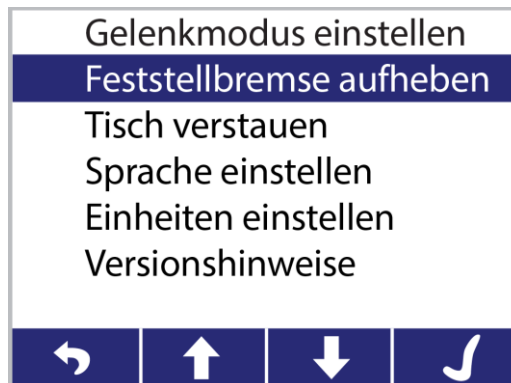

Abbildung 35: Auswählen der Option Feststellbremsen aufheben
2. Durch Drücken der **Abwärtspfeil**-Bildschirmtaste die Option Feststellbremse aufheben hervorheben (Abbildung 35).